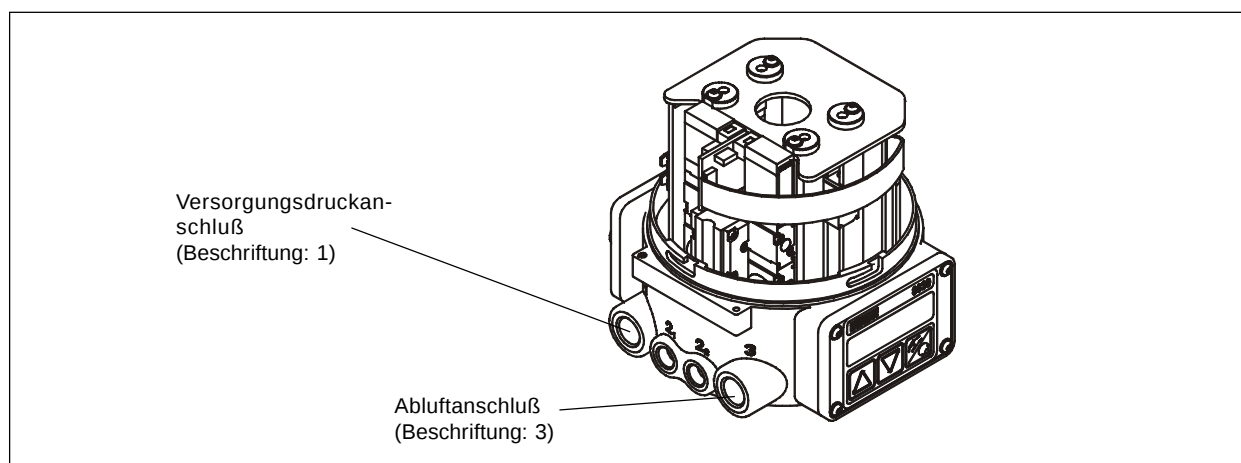

Bild 5.1: Fluidische Anschlüsse des TopControl Continuous
- ➔ Legen Sie den Versorgungsdruck an den Druckanschluß 1 - (Bild 5.1)
- ➔ Montieren Sie die Abluftleitung oder den Schalldämpfer an den Abluftanschluß 3 (Bild 5.1)